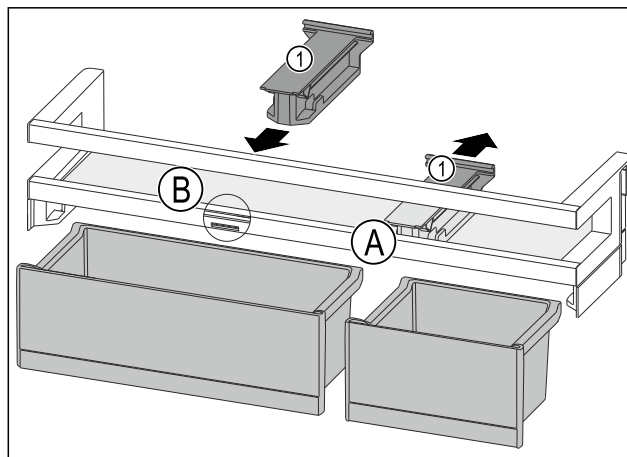

Fig. 82
- Halteile Fig. 82 (1) in Position Fig. 82 (A) nach hinten abziehen.
- Halteile Fig. 82 (1) in Position Fig. 82 (B) einsetzen.